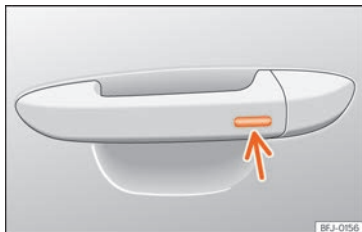

Abb. 106 Türgriff: Sensorfläche.
- Halten Sie einige Sekunden lang einen Finger über die Verriegelungssensorfläche » Abb. 106 (Pfeil) am Türgriff, damit das Dach geschlossen wird. Wenn Sie die Sensorfläche nicht mehr berühren, wird die Schließfunktion unterbrochen.